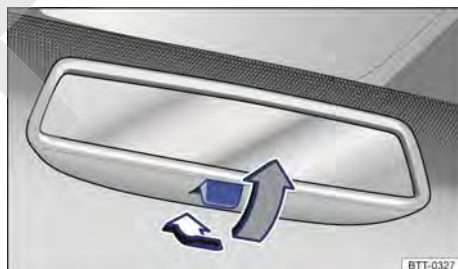

Fig. 79 En el parabrisas: espejo retrovisor interior antideslumbrante manual.
- Posición de noche: tirar de la palanca → fig. 79 (flecha gris), para evitar el deslumbramiento de los faros de los vehículos que circulan detrás.